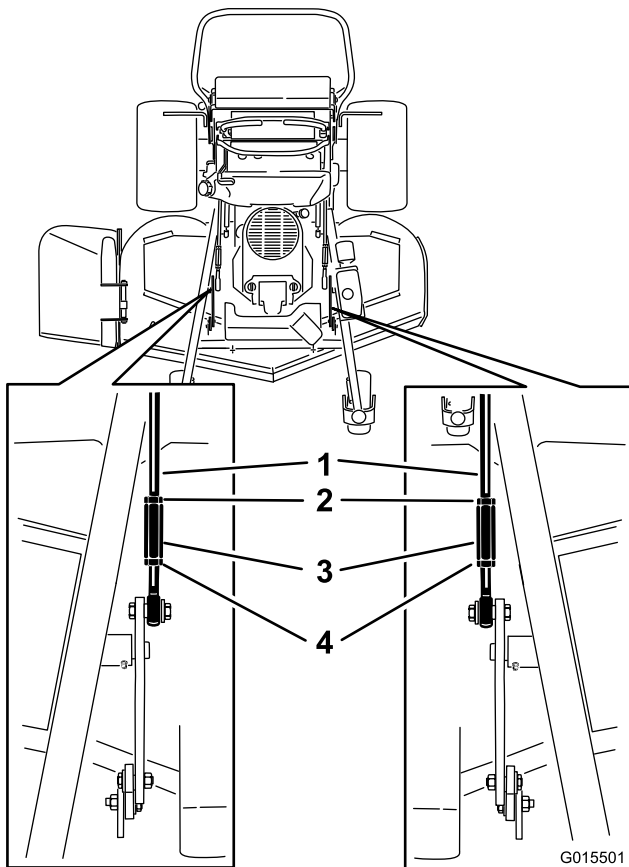

Figura 95
4. Para carcasas de corte de 152 cm (60 pulgadas), afloje las tuercas delanteras y traseras y los acoplamientos de elevación de las varillas de ajuste (Figura 95).
5. Para carcasas de 152 cm (60 pulgadas), apriete los acoplamientos de elevación (Figura 95).